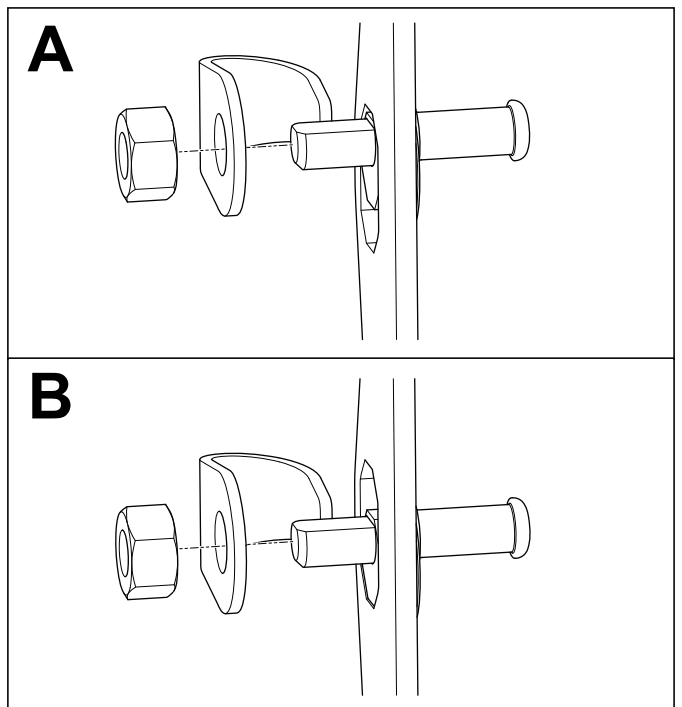

Figura 10
1. Centre o pino do trinco no suporte de montagem do trinco do pino na calha (Figura 10).